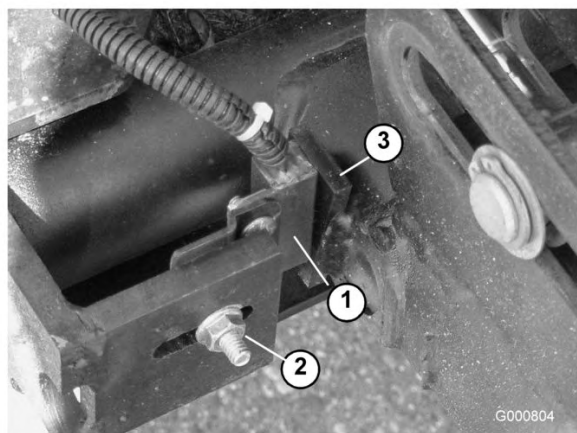

Figura 88
- Allentate il dado del bullone a testa tonda che fissa la staffa portainterruttore del braccio di sollevamento al braccio di sollevamento n. 4, 6 o 7 (Figura 88). N. 4 illustrato.